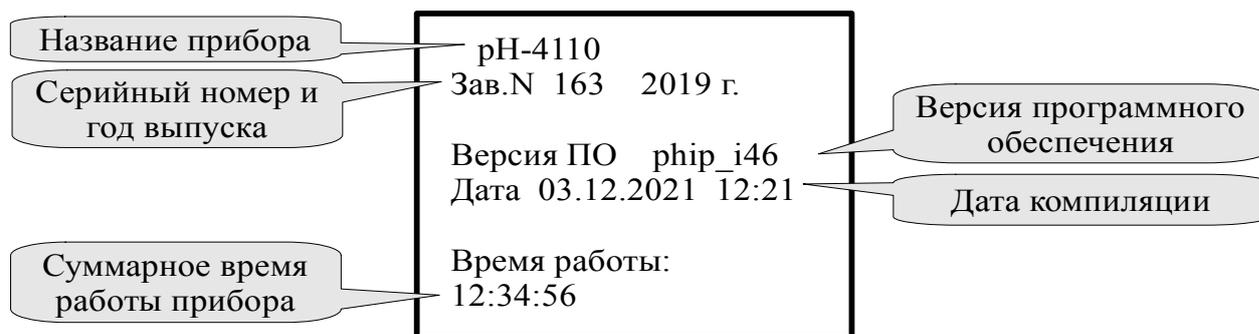

Рисунок 22 - Просмотр сведений о приборе
3.3.8.1 В этом меню (Рисунок 22) можно посмотреть название прибора, серийный номер и год выпуска, версию программного обеспечения, установленного в данном рН-метре.